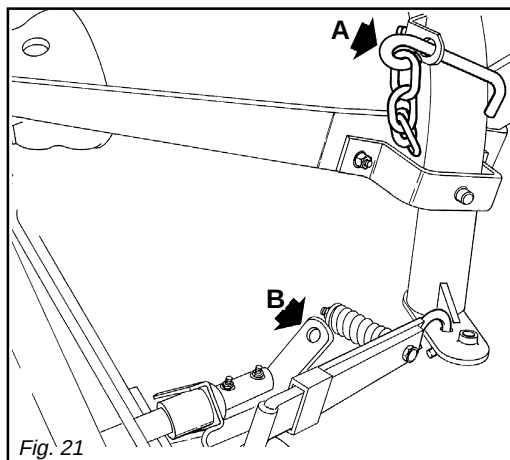

Fig. 21
- Sfilare il gancio di sicurezza (A, Fig. 21), e riporlo nell'alloggiamento superiore del telaio. Regolare la minima lunghezza per agganciarlo in (B, Fig. 21) con la falciatrice sollevata.
- *Remove safety hook (A, Fig. 21), required only for transportation, and fit it back in the slot positioned above the chassis. Reduce to the minimum length in order to hook it in (B, Fig. 21) with the mower raised.*
- Den Sicherheitshaken (A, Abb. 21) herausziehen und in der Stelle einstecken. Der Sicherheitshaken dient nur für den Transport; beim Mähen muss er immer gelöst werden. Seine Länge soll mit hochgestellter Maschine reguliert werden, damit diese Länge zum Anhängen des Mähwerkers, in der Stelle (B, Abb. 21) am geringsten ist.
- *Désenfiler le crochet de sécurité (A, Fig. 21), qui sert seulement pour le transport et le remettre dans le logement supérieur du châssis. Régler la longueur minime pour l'accrocher en (B, Fig. 21) avec la faucheuse soulevé.*
- Quitar el gancho de seguridad (A, Fig. 21), que sirve solamente para el transporte y ponerlo en el alojamiento superior del chasis. Regular la longitud mínima para engancharlo en (B, Fig. 21) con la segadora levantada.